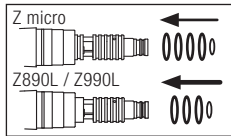

Fig. 38
- ❸ Insérez le jeu complet de nouveaux joints dans les rainures correspondantes (Fig. 38).